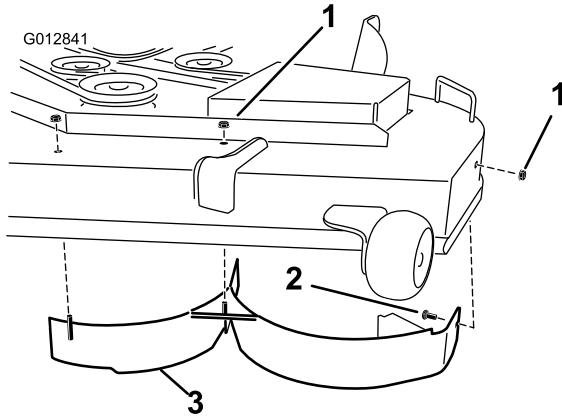

Figure 32
6. Retirez les deux contre-écrous (5/16 pouce) fixés aux montants soudés du déflecteur gauche sur le dessus du plateau de coupe, au centre et à gauche du centre (Figure 32). Sur la paroi latérale du plateau de coupe, retirez le boulon de carrossier et
7. Enlevez le déflecteur gauche du plateau de coupe, comme illustré à la Figure 32.
8. Trouvez les deux boulons et contre-écrous dans les pièces détachées. Placez ces fixations dans les trous du plateau de coupe (voir Figure 32) pour éviter la projection de débris. Montez le boulon par le dessous du plateau de coupe et fixez-le à l'extérieur avec un contre-écrou.